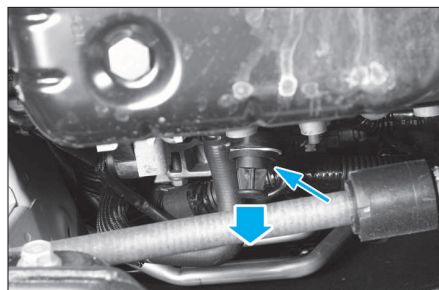

FIG. 38
- Déposer le bouchon de vidange (Fig.38) puis vidanger le circuit.